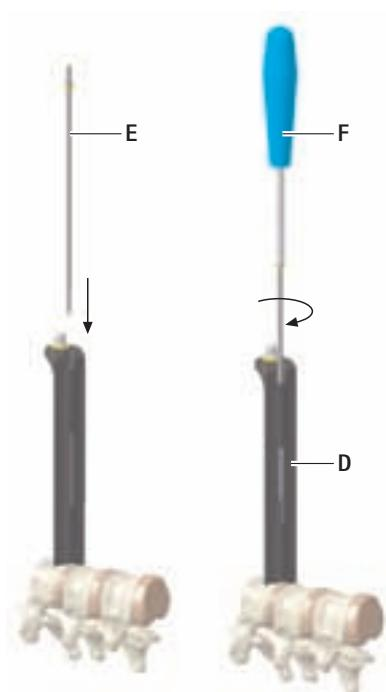

Fig. 1
- ▶ För in fixeringsskruven **E** i bladet **D** och skruva fast, se Fig. 1.